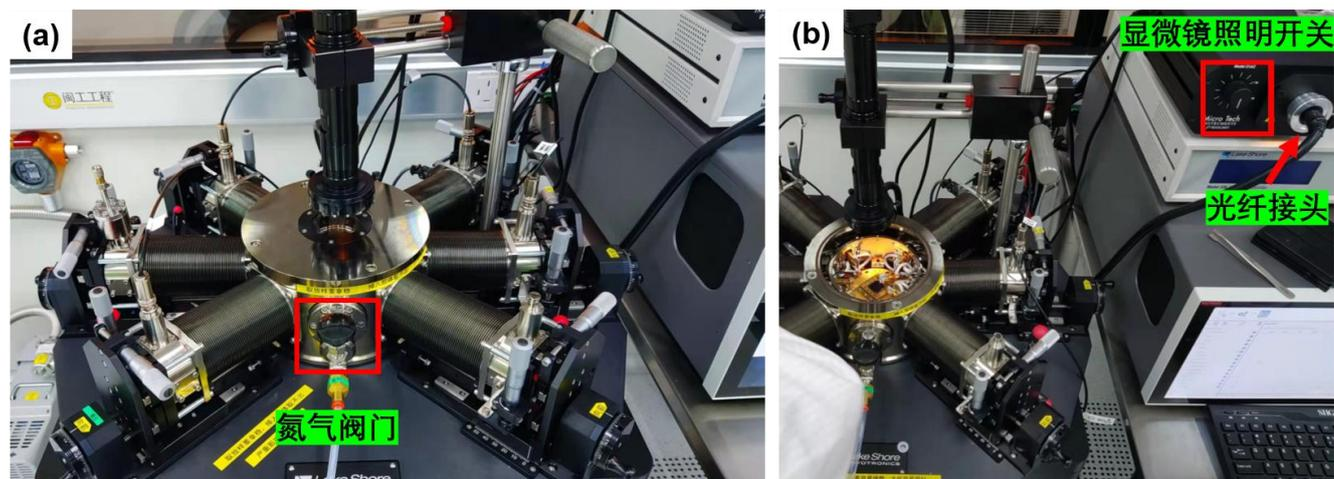

图 1 探针台腔体及显微镜控件
1. 打开腔体盖子，放置样品。若为负压（真空状态），则打开氮气阀门（如图 1 红色框）通入一定量氮气，解除真空再打开腔体盖子。放置样品时，请用镊子轻拿轻放，注意防止样品、小部件掉落入腔体底部。**严禁直接用手拿样品，放置样品！**